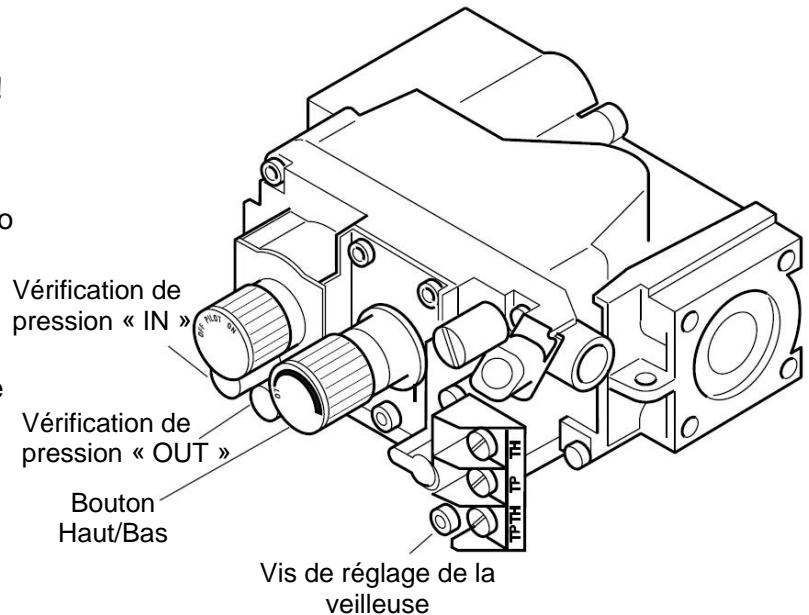

Figure 14 – Vérification de la pression au niveau de la soupape de gaz
5. Pour vérifier la pression de gaz au niveau de la soupape, tourner la vis de 2 ou 3 tours dans le sens contre-horaire et placer ensuite le tube sur le point de vérification. Tourner le bouton sur Haut. Voir *Figure 14*. Après avoir vérifié la pression, s'assurer de resserrer la vis dans le sens horaire. Ne pas forcer. Vérifier les points de vérification avec une solution d'eau savonneuse pour détecter toute fuite.